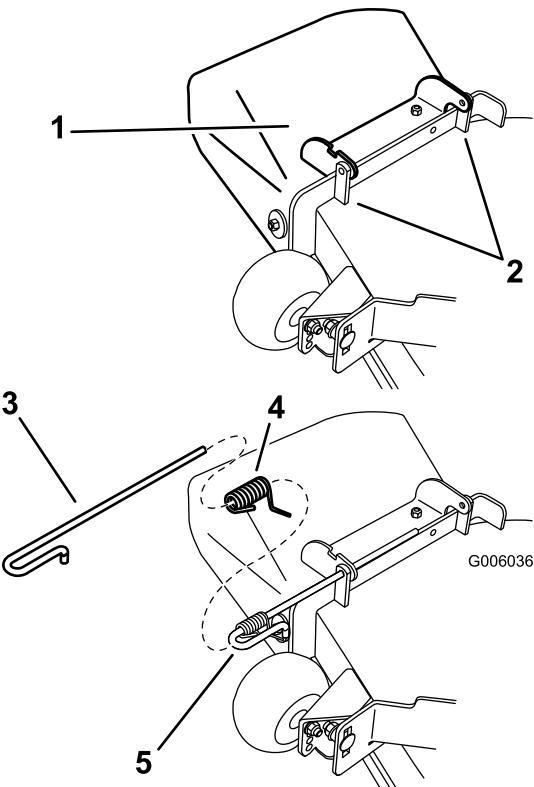

Figure 50
1. Désengagez le ressort du cran dans le support de déflecteur et sortez la tige des supports soudés du tablier, du ressort et de du déflecteur d'éjection (Figure 50). Enlevez le déflecteur s'il est endommagé ou usé.
2. Positionnez le nouvel ensemble déflecteur d'éjection en plaçant les extrémités du support entre les supports soudés du tablier, comme illustré à la Figure 50.